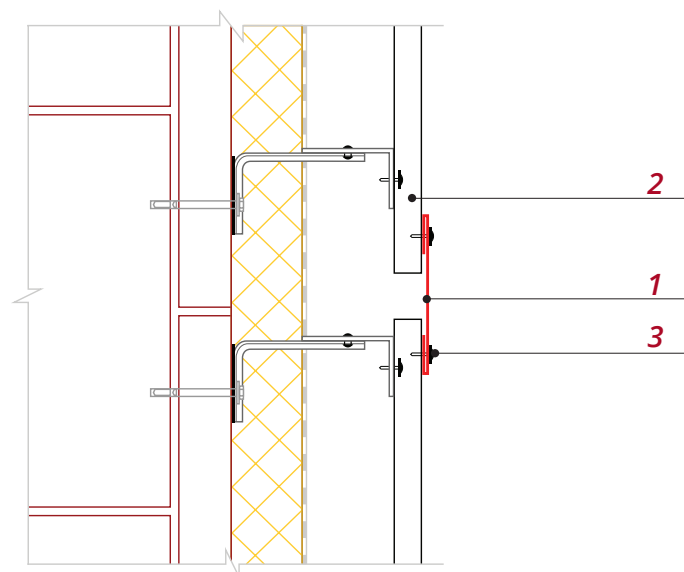

Рис. 16
■ Планку стыковочную простую **1** крепите после монтажа панелей сайдинга **2** (рис.16). Рекомендуется использовать саморезы ПШС с окрашенной головкой **3**, вытяжные заклепки или кровельные саморезы 5.5*19.